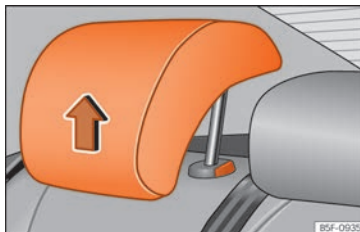

Fig. 90 Appuie-tête en position d'utilisation.
- Une position **d'utilisation** (appuie-tête levé) »» **fig. 90**. Dans cette position, l'appuie-tête se comporte comme un appuie-tête normal, qui protège les occupants de la banquette arrière en plus de la ceinture de sécurité.